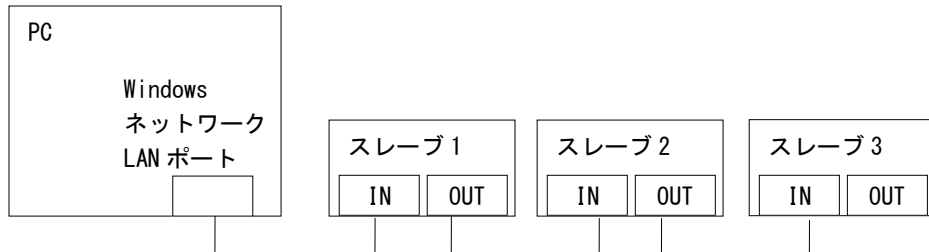

図 1-5-2-1. EtherCAT 接続図
A)、B)、D)を図 1-5-2-1 のように EtherCAT スレーブをデジチェーン接続します。